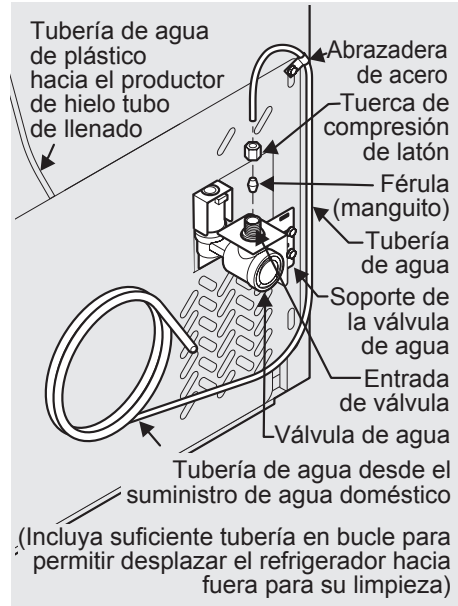

Figura 1
4. Si usa tuberías de cobre: deslice la tuerca de compresión de latón y luego la férula (manguito) en la tubería de suministro de agua. Empuje la tubería de suministro de agua hacia dentro de la entrada de la válvula de agua lo más posible ($\frac{1}{4}$ de pulgada/6,4 mm). Deslice la férula (manguito) en la entrada de la válvula y apriete manualmente la tuerca de compresión en la válvula. Apriete otra media vuelta con una llave; NO apriete en exceso. Consulte la Figura 1.
Si usa tuberías de acero inoxidable: la tuerca y la férula ya están armadas en la tubería. Deslice la tuerca de compresión hacia dentro de la entrada de la válvula y apriete manualmente la tuerca de compresión sobre la válvula. Apriete otra media vuelta con una llave; NO apriete en exceso. Consulte la Figura 1.